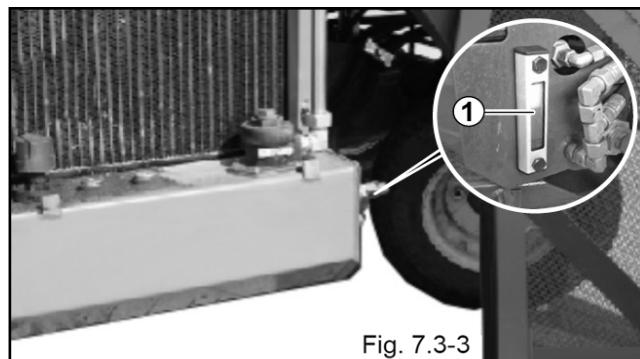

Fig. 7.3-3
Масляный бак встроен в раму и находится с левой стороны машины (рис. 7.3-3). Уровень гидравлической жидкости отображается на индикаторе уровня (1) справа на баке.